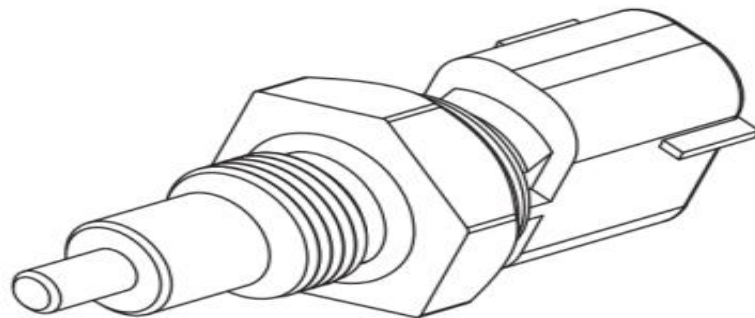

图1-32 水温传感器
2.水温传感器 ECT水温传感器直接安装到汽缸盖中的冷却液输出接头旁边。水温传感器是一种负温度系数(NTC 电阻器)的电阻器。利用水温传感器的电压降，ECM 就可以计算冷却液温度。来自水温传感器的信号是供给 ECM 来控制做为冷却风扇电机的控制并且能够依据目前的发动机状况来精确的判断燃油与点火。水温传感器输出也提供仪表板温度表的输入信号。如图1-32所示。